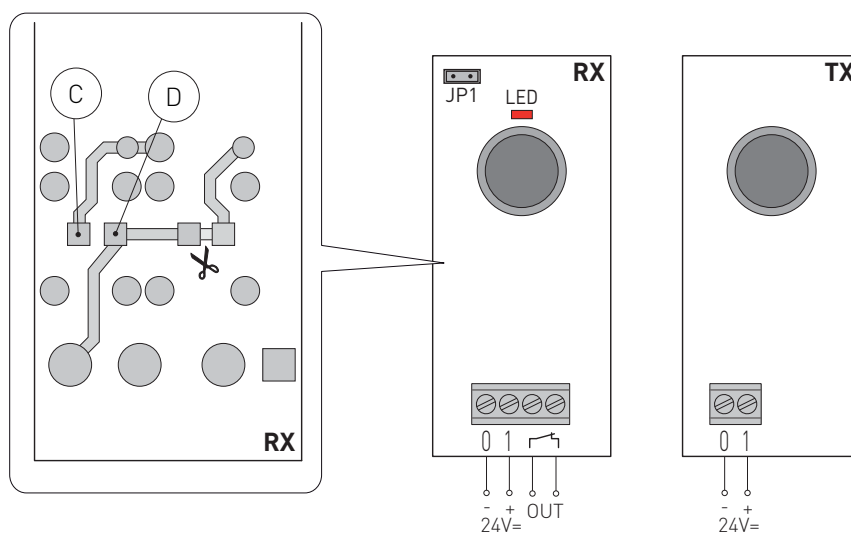

Fig. 5
Effectuer les raccordements électriques selon les indications (Fig. 5).
Les cellules photoélectriques AXP2 sont fournies avec une portée maximale de 10 m environ. Pour augmenter la portée jusqu'à 30 m, imposer JP1=OFF de récepteur RX (Fig. 5).
(Fig. 5) Relier le contact N.C. aux contacts de sécurité du tableau électronique.
Le contact N.C. (Fig. 5) devient un contact N.O. et doit être relié aux bornes 1-3 (ouverture) ou 1-5 (pas-à-pas) du tableau électronique.
Stellen Sie die elektrischen Anschlüsse gemäß den Angaben (Abb. 5).
Die Lichtschranken AXP2 werden mit einer Reichweite von 10 m geliefert. Um die Reichweite auf 30 m zu erhöhen, JP1=OFF des Empfänger RX einstellen (Abb. 5).
(Abb. 5) Den N.C. an die Sicherheits- oder Stop-Kontakte der Steuerung anschließen.
- Brücken Sie die Punkte [C] und [D] indem Sie einen Draht auflöten. Der Schließerkontakt (Abb. 5) wird zu einem Öffnerkontakt muss an die Klemmen 1-3 (Öffnung) oder 1-5 (Schrittbetrieb) der Steuerung angeschlossen werden.